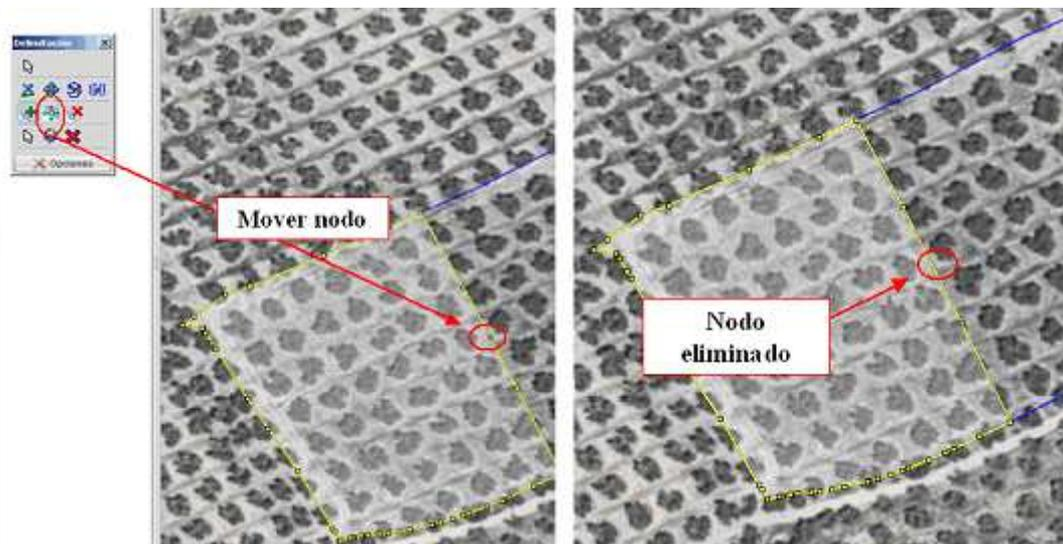

Fig. 35
**Eliminar nodo:** permite eliminar nodos haciendo clic sobre ellos (Fig. 35).